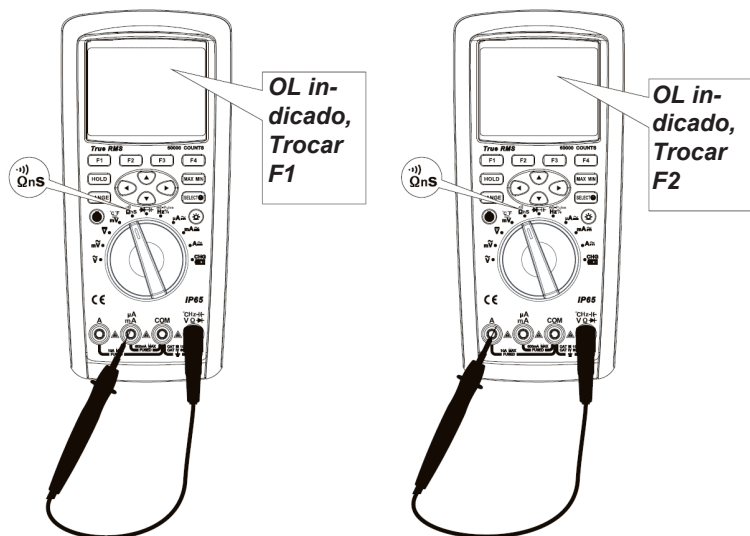

Figura 19
1. Conforme **Figura 19** posicione a chave rotativa na posição " **Ω nS $\cdot$ $\rightarrow$** ".